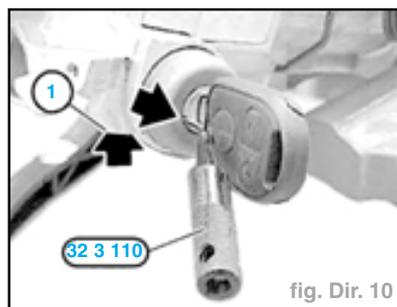

fig. Dir. 10
- Insérer l'outil réf. **32 3 110** dans l'orifice du support neiman et déposer le barillet (fig. Dir. 10).